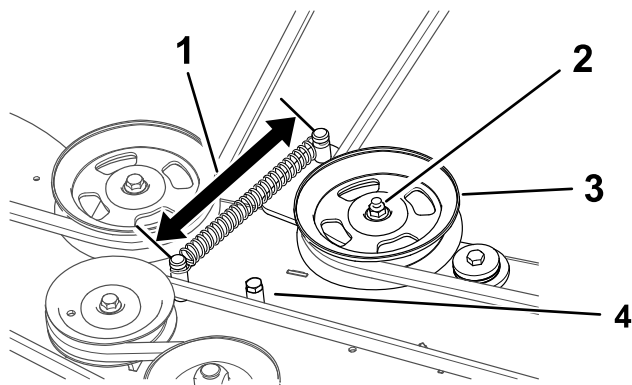

Figure 54
Si la longueur du ressort est inférieure à 15,2 cm ou si le bras de la poulie de tension touche la butée de la poulie de tension (montrée à la Figure 54), réglez le bras de la poulie de tension.
4. Desserrez l'écrou de fixation de la poulie de tension (Figure 54).
6. Serrez l'écrou (Figure 54).